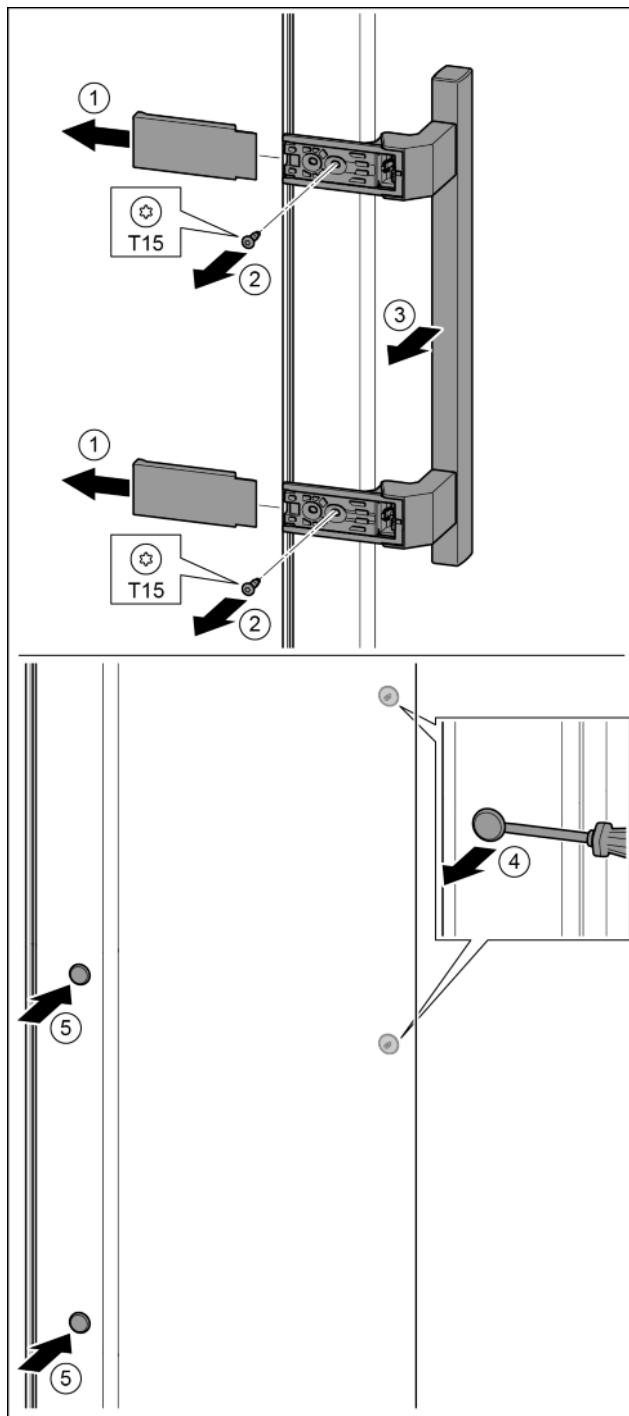

Fig. 31
- ▶ Afdekking eraf trekken. *Fig. 31 (1)*
- ▶ Schroeven met schroevendraaier T15 eruit draaien. *Fig. 31 (2)*
- ▶ Greep eraf halen. *Fig. 31 (3)*